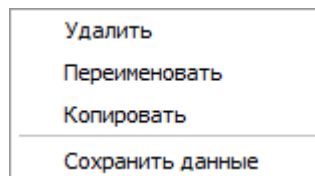

Рис. 247
18.13.6.4. По щелчку правой кнопкой мыши на линии графика будет выведено его контекстное меню (рис. 247).